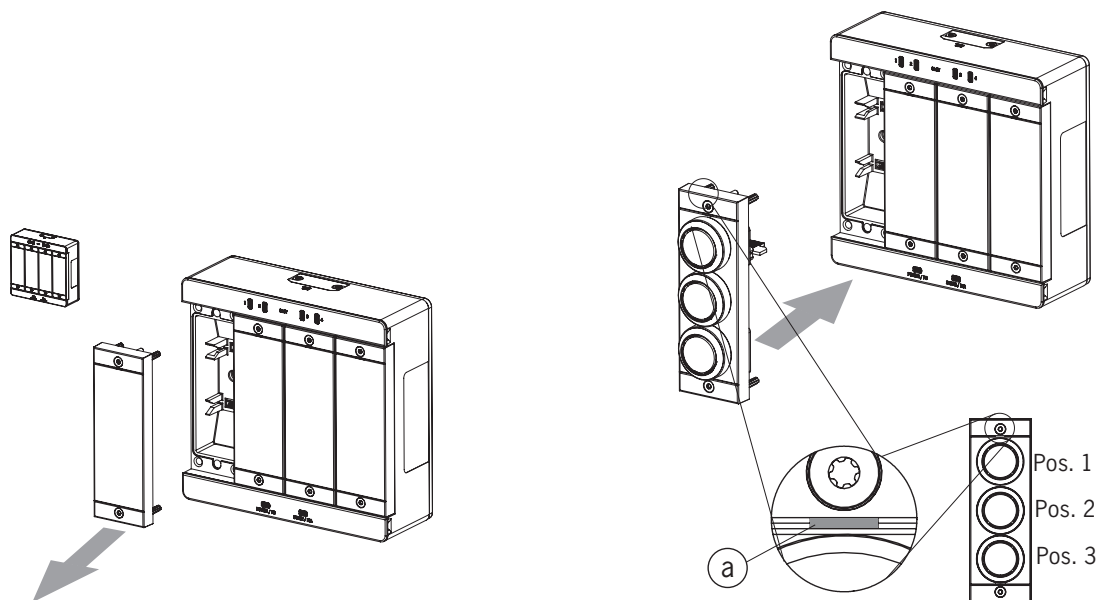

Fig. 5 : Montage d'un sous-module
- Tenir compte de l'orientation du sous-module. Voir le repère (a) sur la Fig. 5 : Montage d'un sous-module. Les sous-modules peuvent être pivotés également de 180°. Le repère (a) indique toujours la première position équipée. Dans l'exemple ci-dessous en l'occurrence la position du bouton-poussoir S1.